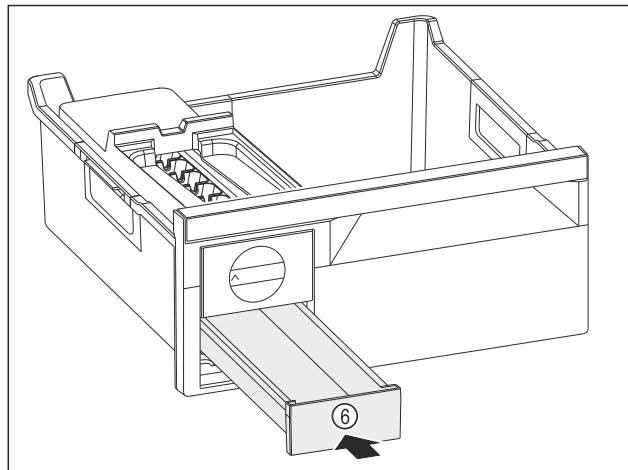

Fig. 117
- Вдавните выдвижной ящик для кубиков льда Fig. 117 (6).